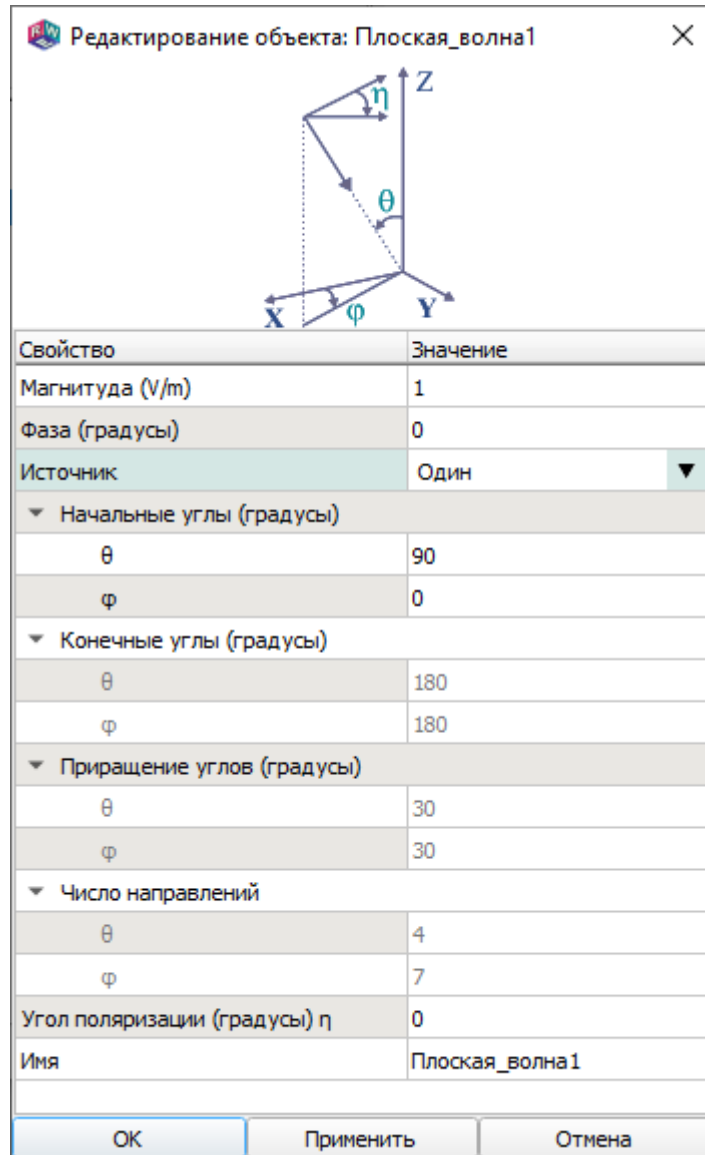

Рис. 80
12.3.2. Для создания объекта *Плоская волна* нажать кнопку  на ленте меню «Источники/Нагрузки» (п. 16.1.5). Будет выведено окно «Создание объекта: источник плоской волны» (рис. 80).